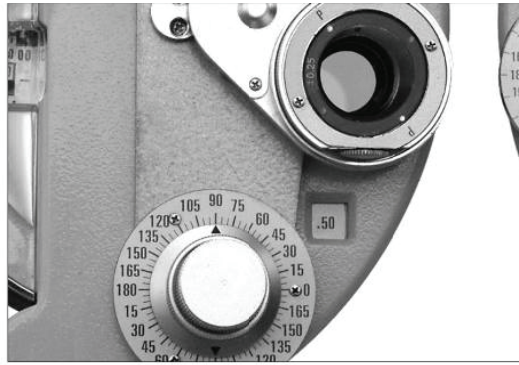

Figure 33
- (1) Définir la lentille cylindrique croisée ⑳ devant l'œil droit du Testee et, en tournant le bouton de rotation ⑑ axialement, pour l'aligner avec la direction axiale de la lentille cylindrique (voir Fig.33).